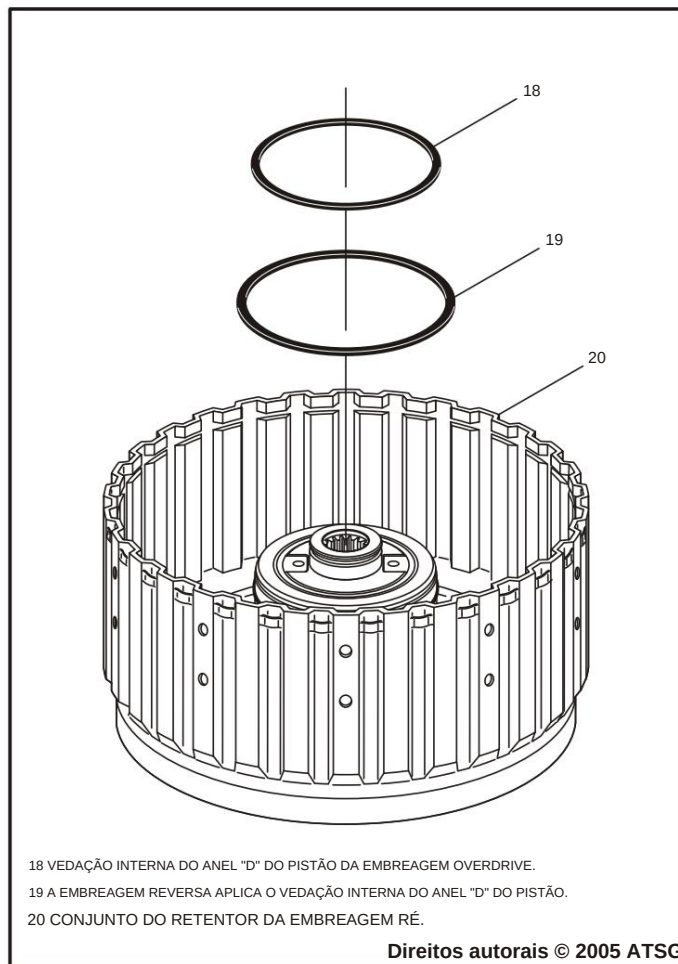

Figura 77
4. Instale novos anéis de vedação "D" do pistão interno nas ranhuras do conjunto retentor da embreagem de ré, conforme mostrado na Figura 77, e lubrifique com uma pequena quantidade de Trans-Jel®.